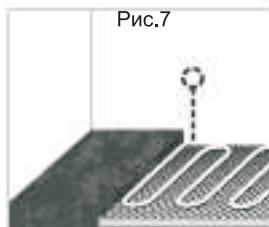

Рис.8
- Уложите металлическую сетку, разложите на ней витками нагревательный кабель и закрепите кабель на сетке при помощи пластиковых стяжек. (Рис.8).